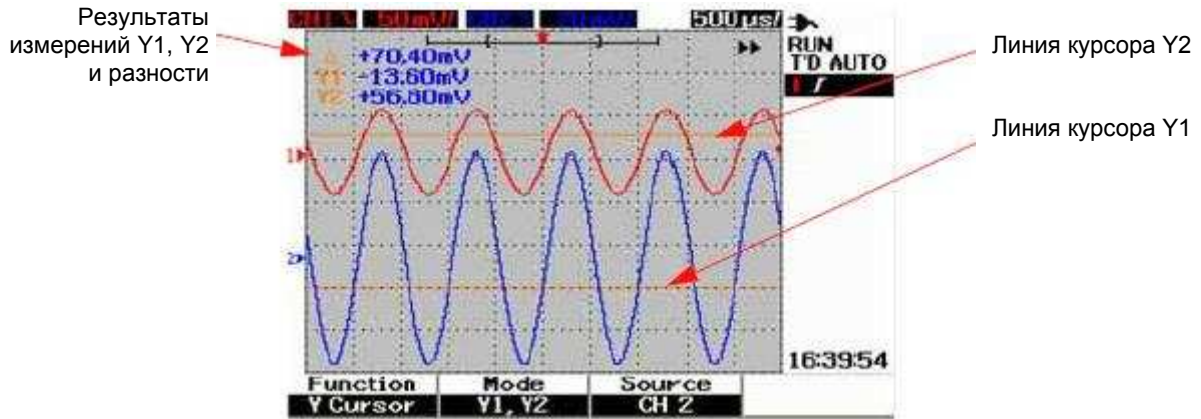

Рис. 3-28 Измерения с курсорами Y для сигнала в канале 2 с линиями курсоров Y1 и Y2
5. На рис. 3-28 показаны результаты измерений сигнала в канале 2.